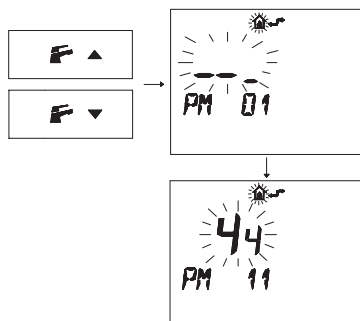

Figura 5.43
- Premere i pulsanti **F** e **▲** o **F** e **▼** per visualizzare la programmazione "PM11" della postcircolazione pompa (Figura 5.43).